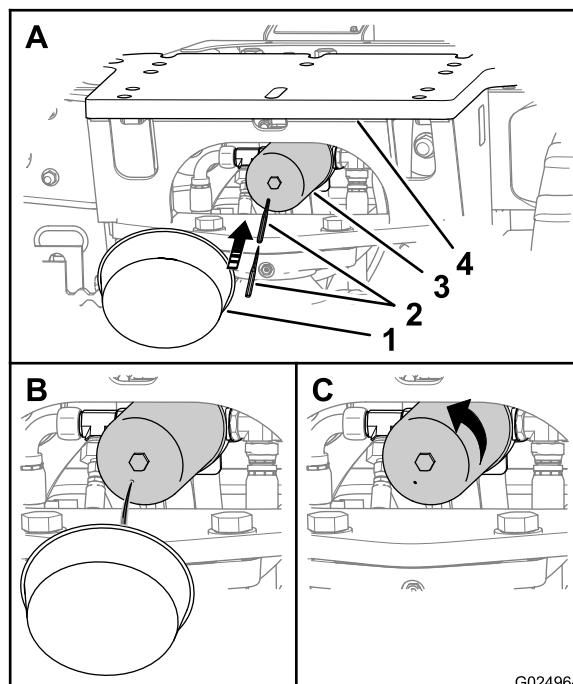

Figura 117
Nota: Puede tener acceso a los filtros de aceite hidráulico de retorno desde debajo de la placa de enganche trasera de la máquina (Figura 117).
1. Coloque un recipiente debajo del filtro de aceite hidráulico de retorno (Figura 117).
2. Perfore la parte inferior del filtro hidráulico de retorno y deje que se drene el aceite hidráulico residual al recipiente (Figura 117).
3. Gire el filtro de retorno hidráulico en sentido antihorario y retire el filtro (Figura 117).